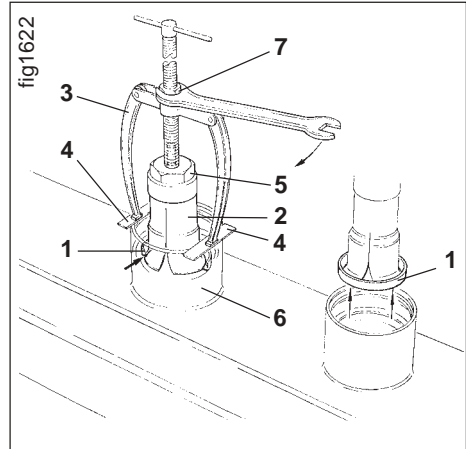

Fig. 19.22
- ein Innenauszieher (Fig. 19.22/2) mit Gegenstütze (Fig. 19.22/3)
- zwei Flacheisen (Fig. 19.22/4).
Lageraußenring (Fig. 19.22/1) demontieren:
- Innenauszieher (Fig. 19.22/2) in die Bohrung einführen
- durch Anziehen der Spannmutter (Fig. 19.22/5) werden die Ausziehbacken auseinander gespreizt und die scharfen Ansätze (Fig. 19.22/Pfeil) pressen sich hinter die abgerundete Kante des Lageraußenringes
- zwei Flacheisen (Fig. 19.22/4) auf das Lagerrohr (Fig. 19.22/6) auflegen
- Gegenstütze (Fig. 19.22/3) auf den Flacheisen (Fig. 19.22/4) abstützen
- Griff festhalten und Skt.-Mutter (Fig. 19.22/7) anziehen. Dadurch wird der Lageraußenring (Fig. 19.22/1) herausgezogen. Sobald sich der Lageraußenring etwas gelöst hat, Spannmutter (Fig. 19.22/5) nachziehen.